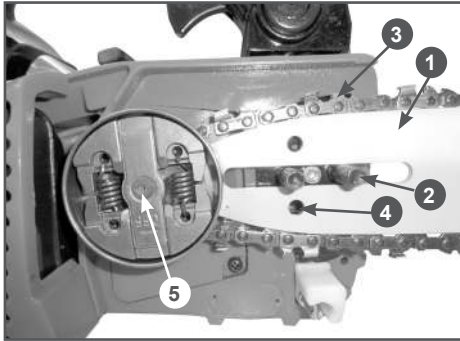

Рис. 3 Установка шины и цепи
5. Установите направляющую шину(1) на шпильку(2) так, как показано на Рис. 3 и сдвиньте ее в сторону муфты сцепления(5) для облегчения установки пильной цепи.
6. Установите пильную цепь на направляющую шину так, как показано на Рис. 3. При установке цепи следите за тем, чтобы режущая кромка зуба (3) была расположена вперед по ходу движения цепи, т.е. по часовой стрелке.
При установке крышки следите за тем, чтобы палец натяжения цепи совпал с отверстием (4) в направляющей шине (Рис. 3).